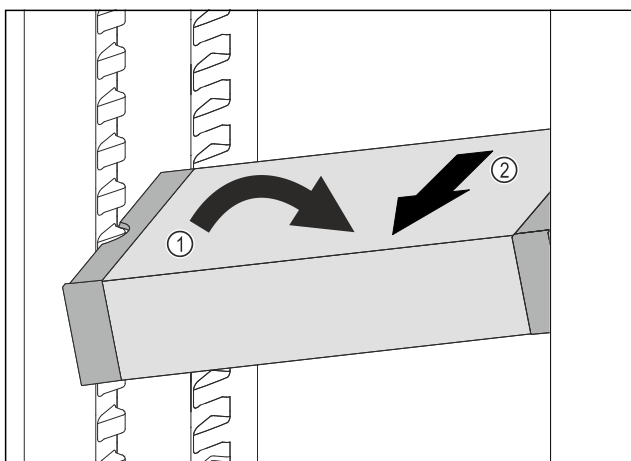

Fig. 138
- Állítsa ferde helyzetbe a VarioSafe-fiókot a hűtőrésszen. Fig. 138 (1)
- Előrefelé vegye ki a VarioSafe-fiókot. Fig. 138 (2)